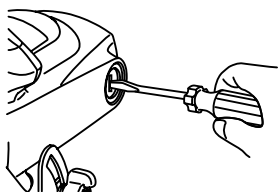
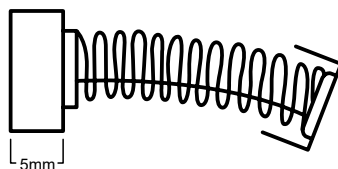

FIGURA 8.1
FIGURA 8.2
- Para inspeccionarlo, use un destornillador para retirar las tapas de los portaescobillas cuando estén accesible (figura 8.1). Sustitúyalas cuando estén con desgaste que imposibilite el funcionamiento del producto o 5mm, conforme figura 8.2. A seguir cierre las tapas de los portaescobillas.